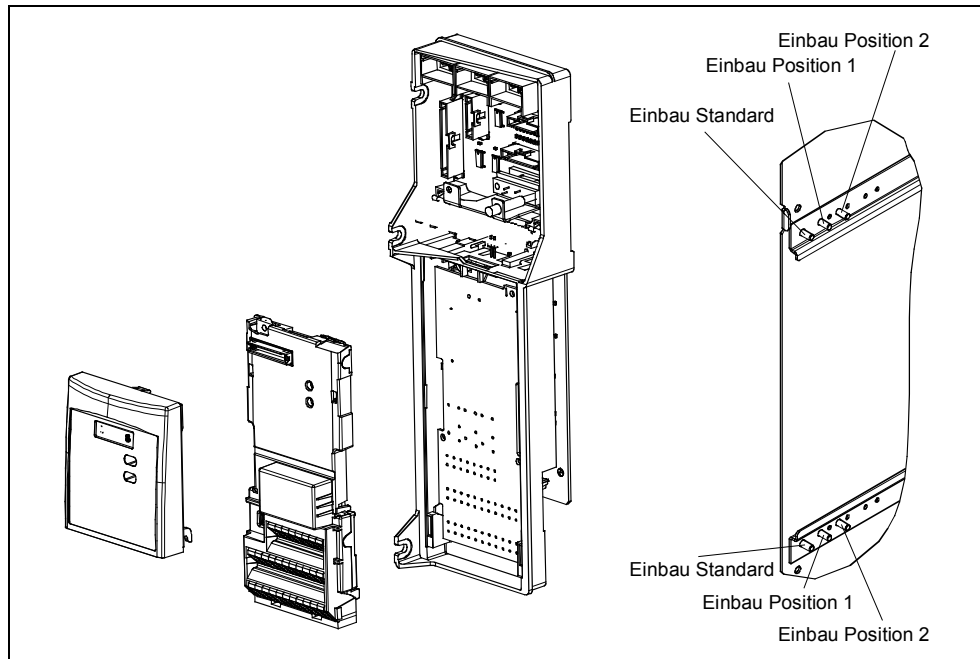

Bild 2-7 Optionen für die Elektronikbox
- Elektronikbox entsprechend Bild 2-7 in der richtigen Einbauposition festschrauben.